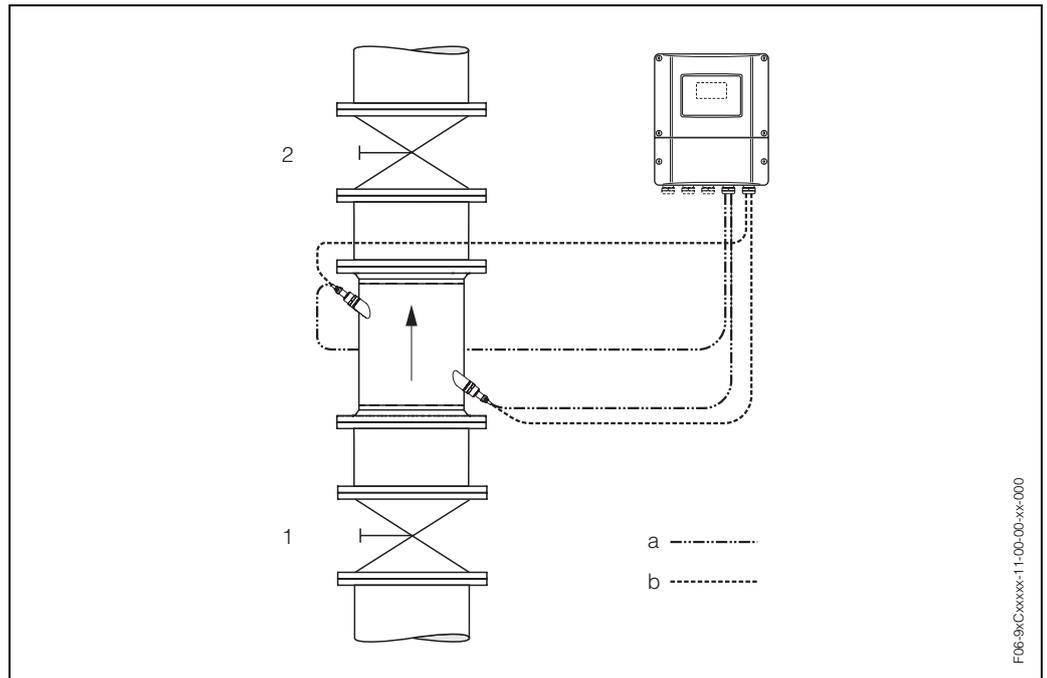

fig. 38: Etalonnage du zéro et vannes de fermeture
- L'étalonnage est réalisé sur des tubes de mesure entièrement remplis et avec un débit nul ($v = 0$ m/s). Pour ce faire on peut prévoir des vannes de fermeture en amont ou en aval du capteur ou utiliser des vannes ou clapets existants (fig. 38).